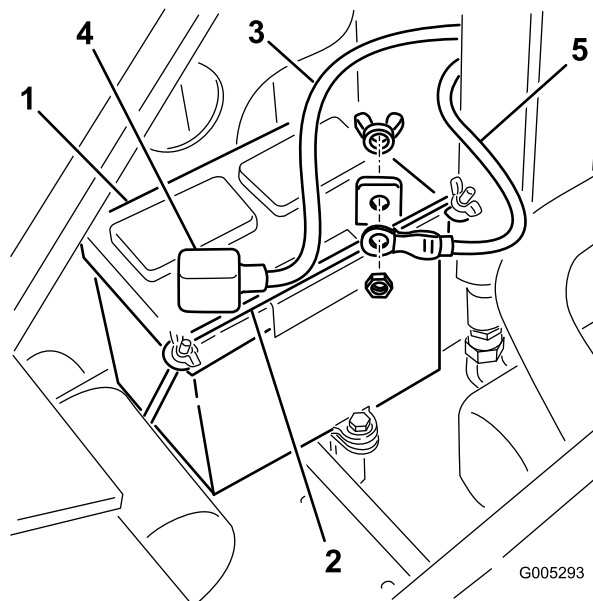

Figure 27
4. Enlevez les écrous papillons et la barre de fixation de la batterie (Figure 27).
9. Placez la batterie dans le châssis (Figure 27).
10. Fixez la batterie dans le châssis (Figure 27).
- Connectez le câble positif (rouge) à la borne positive (+) de la batterie à l'aide du boulon et de l'écrou papillon fournis avec la batterie (Figure 27). Glissez le capuchon en caoutchouc sur la borne de la batterie.
- Connectez le câble négatif (noir) à la borne négative (-) de la batterie à l'aide du boulon et de l'écrou papillon fournis avec la batterie (Figure 27).